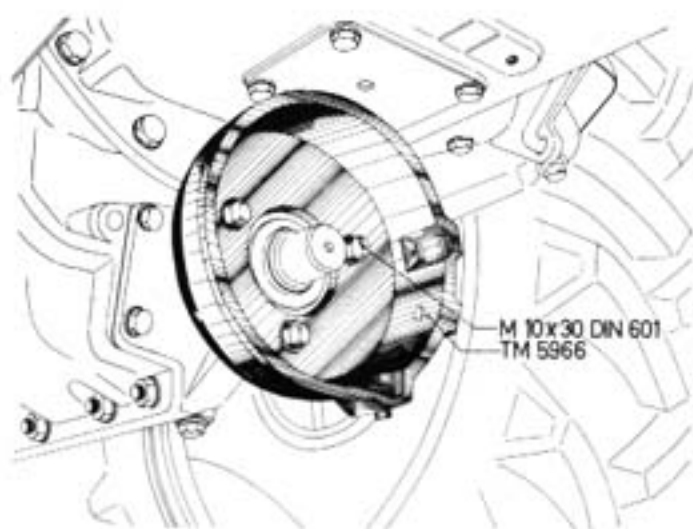

Abb. 2
2. Die **Schutzkastenglocke** TM 5966 wird auf den Absatz des Mähantriebsgehäuses aufgeschoben und mit drei Sechskantschrauben M 10×30 DIN 601 und drei Federringen A 10 DIN 127 sowie der zugehörigen Führung fest verschraubt (Abb.2).
4. Der **vordere Befestigungsbock** TM 6694 wird durch 4 Sechskantschrauben M 14 x 30 DIN 931 und durch 4 Federringe an der Anschraubfläche unter der Kupplungslocke befestigt (Abb. 2 u. 8).